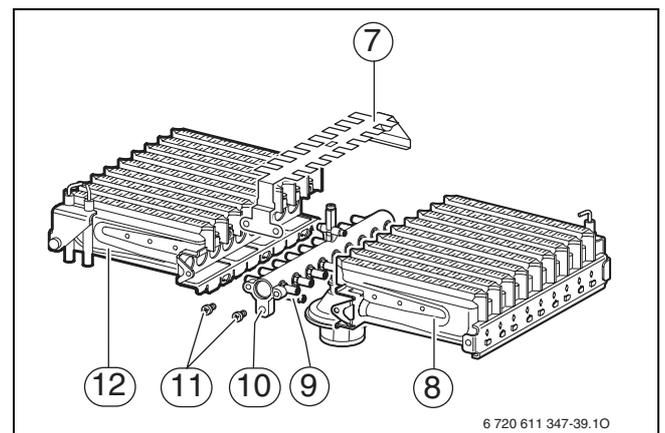

Рис. 41
- ▶ Снять винты (11) (→ рис. 41).
- ▶ Снять перемычку перекрестного розжига (7).
- ▶ Вывинтить винты в точках крепления (9). Снять левую и правую части горелки (12 и 8) с коллектора форсунок (10).